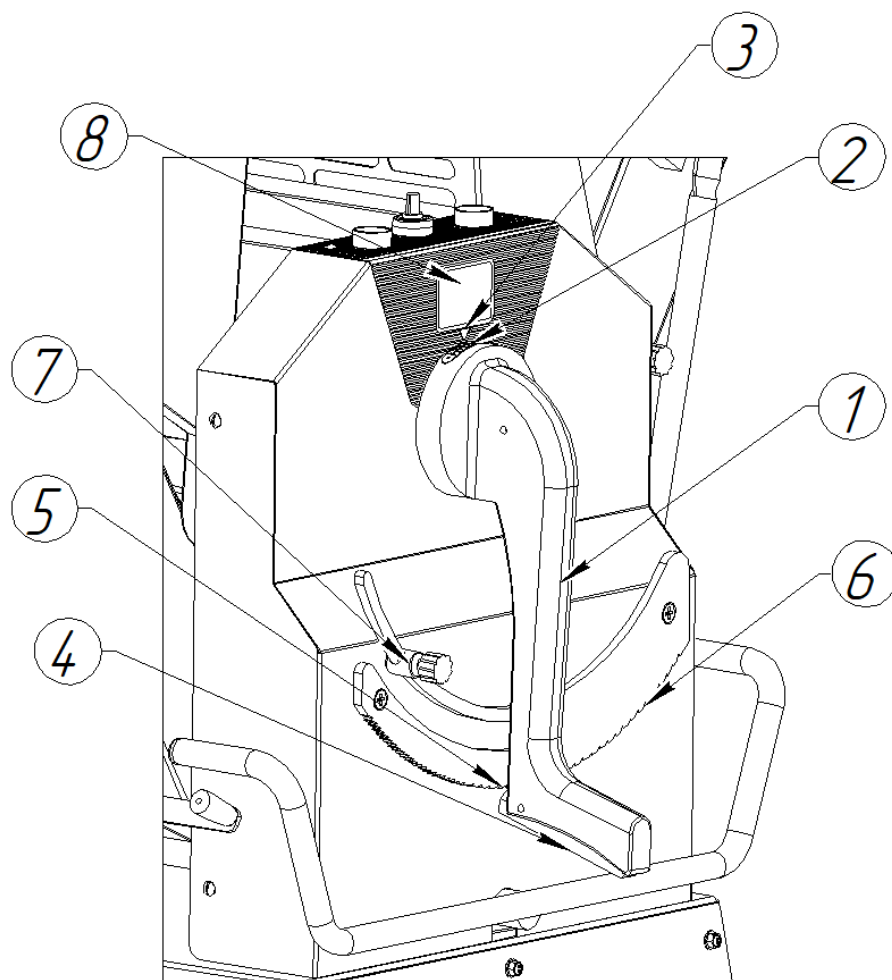

Рис. 3 - Регулирование толщины раскатки теста.
Изменением положения рукоятки (поз. 1 рис. 3) можно изменять зазор между раскаточными валками и тем самым регулировать толщину получаемого теста. При повороте рукоятки по часовой стрелке, толщина пласта уменьшается и наоборот. Над осью вращения рукоятки находится градуированная шкала (поз.2 рис.3) с помощью указателя (поз.3 рис. 3) можно определить толщину пласта. Так же машина оборудована дисплеем (поз.8 рис.3), на котором отображается значение зазора.
Для поворота рукоятки (поз.1 рис. 3) нажмите и держите нажатой стопор (поз. 4 рис.3) снизу рукоятки. При отпуске стопора, зуб (поз. 5 рис.3) под действием пружины войдет в зацепление с одной из впадин на нижней стороне зубчатого сектора (поз.6 рис.3). Это обеспечивает поддержание постоянного зазора между валками в процессе раскатки.
Ограничителем (поз.7 рис. 3) можно ограничить минимальную толщину раскатки теста. Его можно перемещать по направляющей зубчатого сектора. После достижения требуемой позиции, затяните рукоятку до упора. При этом, ограничитель будет служить механическим стопором для рукоятки.
3. Пропустите тесто между валками меняя направление движения транспортёров, изменяя толщину раскатки с помощью ручки (**Рис.3 поз.1**).